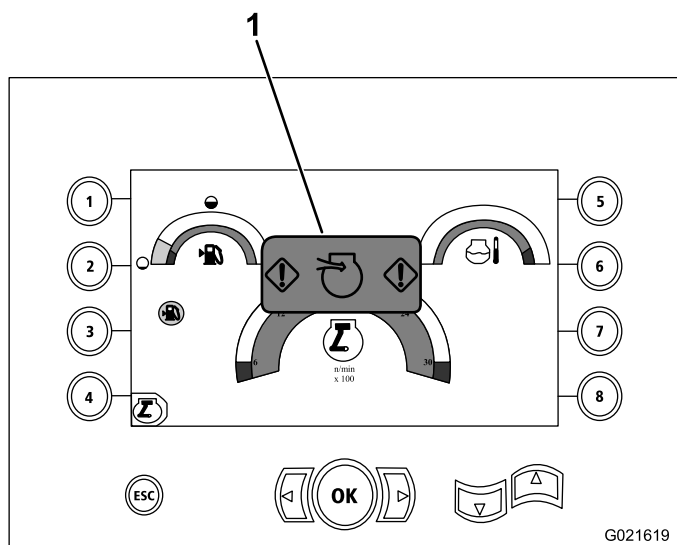

Рисунок 116
2. Проверьте индикатор засорения воздухоочистителя на странице дисплея, как показано на Рисунок 116.